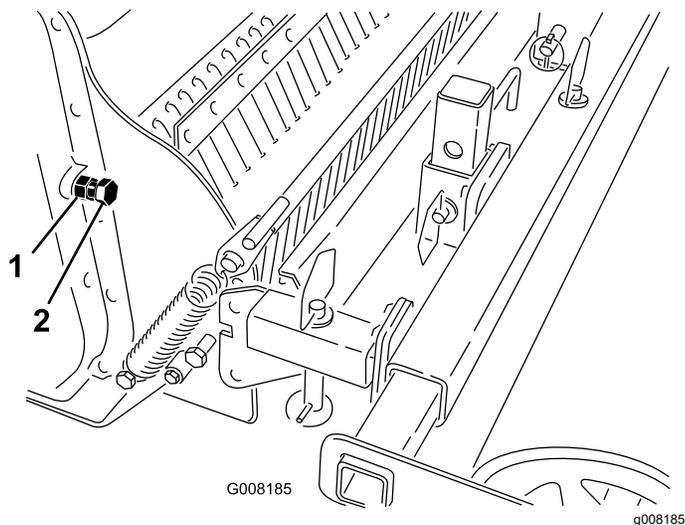

Рисунок 12
3. Ослабте натискну контргайку на регульовальному гвинті ланцюга (Рисунок 12).
4. Повертайте гвинт вручну, доки не відчуєте протидію (Рисунок 12).